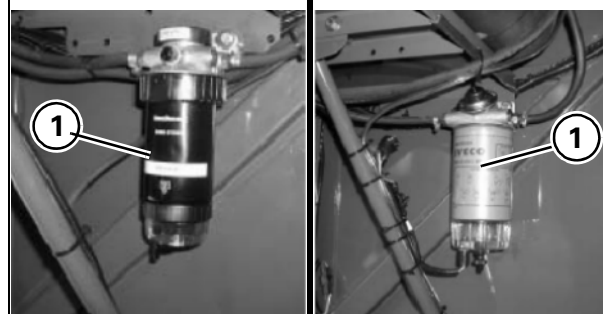

Рис. 11
5. СЕПАРАТОР/ФИЛЬТР ОТСТОЙНИКА - Рис. 11